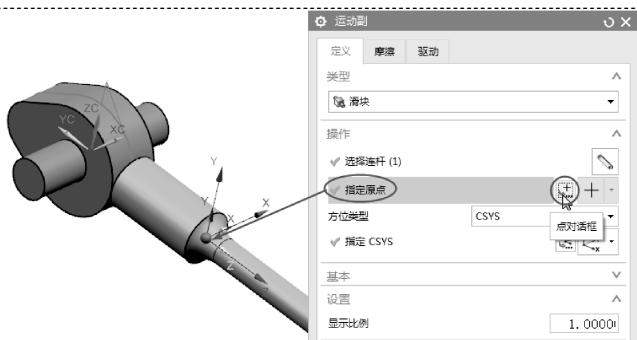

图 8-57 指定滑动副连杆的原点
- 13 为滑动副连杆模型重新指定原点，即 CSYS 的原点，如图 8-57 所示。